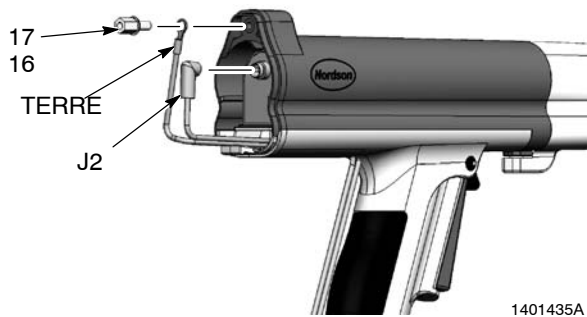

Fig. 12 Déconnexion du câble de commande
7. Voir la figure 12. Débrancher le connecteur du multiplicateur (J2) de la prise du multiplicateur.
6. Voir la figure 12. Raccorder le fil de terre au corps du pistolet avec la rondelle frein et la borne. Raccorder le connecteur du multiplicateur (J3) à la prise du multiplicateur.